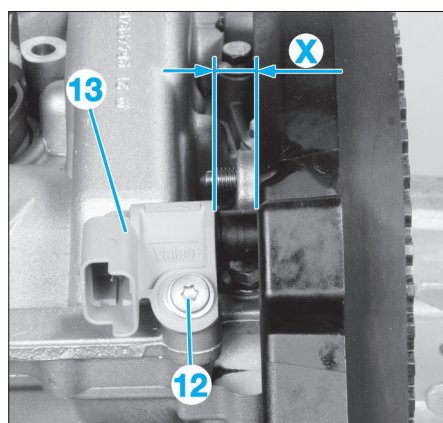

FIG. 74
- Desserrer sa vis de fixation (12) (Fig.74).
- Reculer le capteur (13) à fond en arrière.